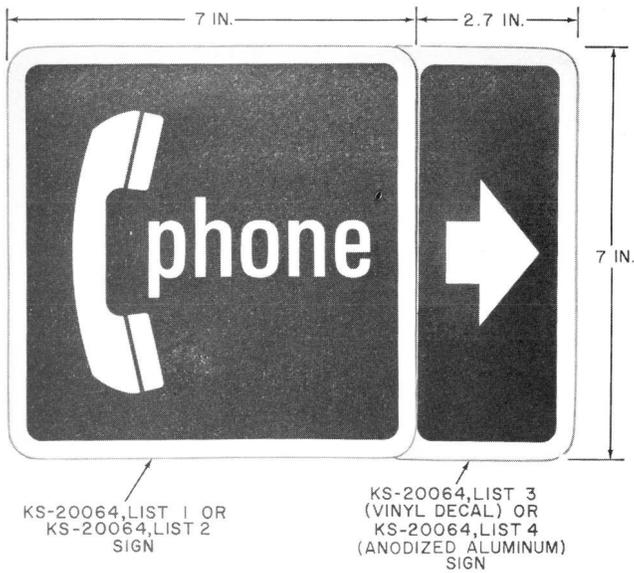

Fig. 11—KS-20064 Sign—Arrow Right
- (c) KS-20064, List 3 (Fig. 11 and 12)
- (d) KS-20064, List 4 (Fig. 11 and 12)